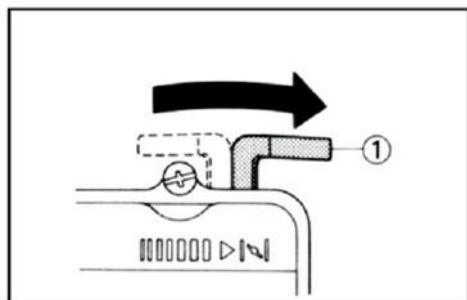

Рисунок 12
- После пуска двигателя и его прогрева переведите воздушную заслонку в положение «OFF», смотри рисунок 12